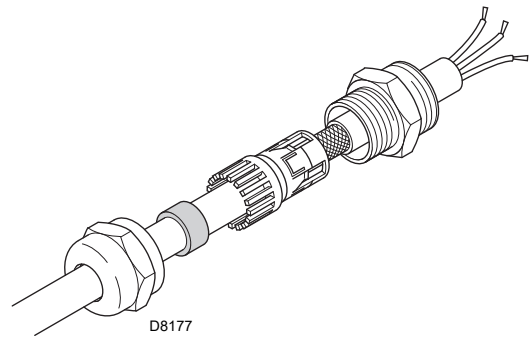

Abb. 7
- die Abschirmung wie auf Abb. 7 dargestellt durchführen;